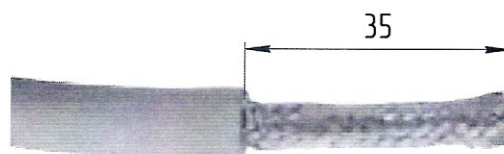

Рисунок 15 – Снятие изоляции кабеля
6.1 Снять наружную изоляцию кабеля на длину 35 мм (рис. 15).